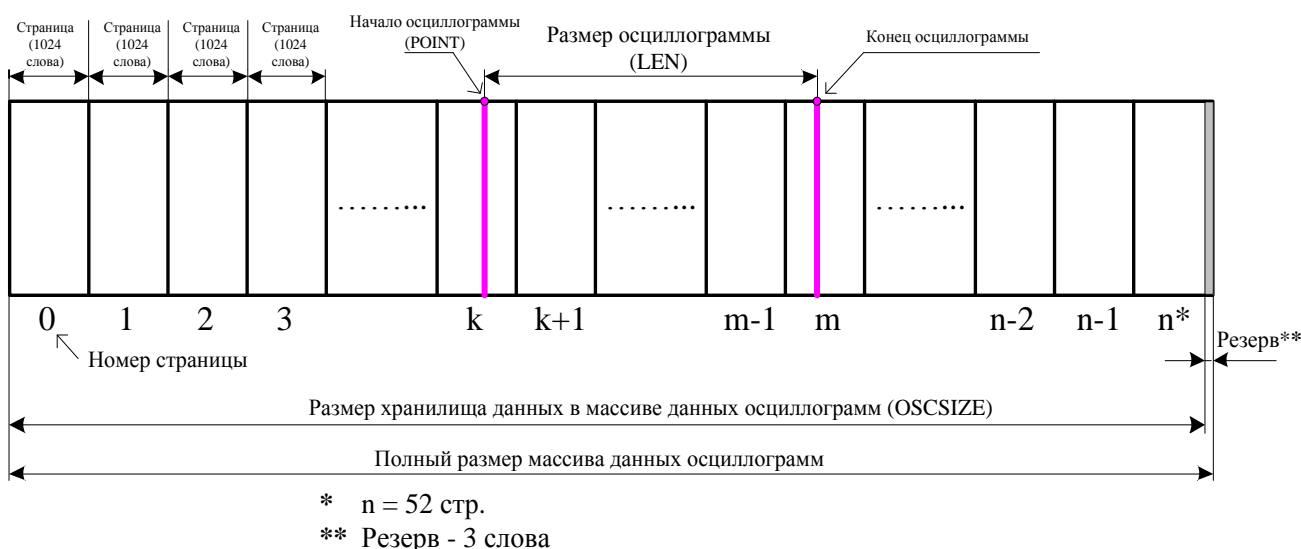

Рисунок 8.3
4. определить адрес начала и окончания осциллограммы в массиве данных осциллограмм (рисунок 8.3);